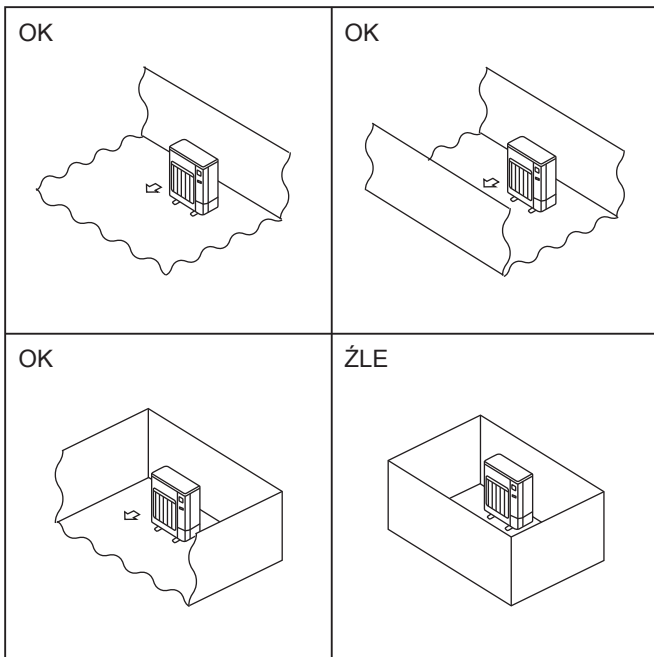

Fig. 2-2
- ⊙ Jednostki zewnętrzne należy instalować w miejscach, które są otwarte z co najmniej jednej z czterech stron i oferują dostatecznie dużą powierzchnię bez zagłębień. (Fig. 2-2)